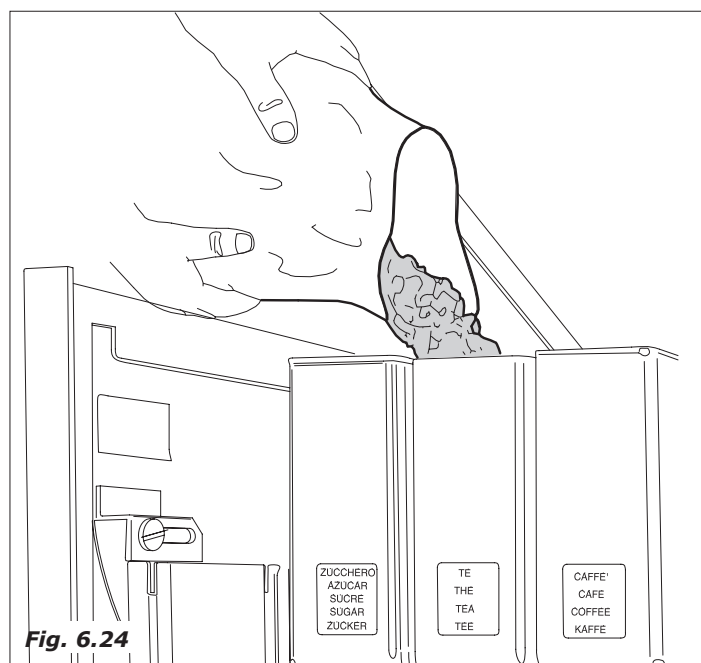
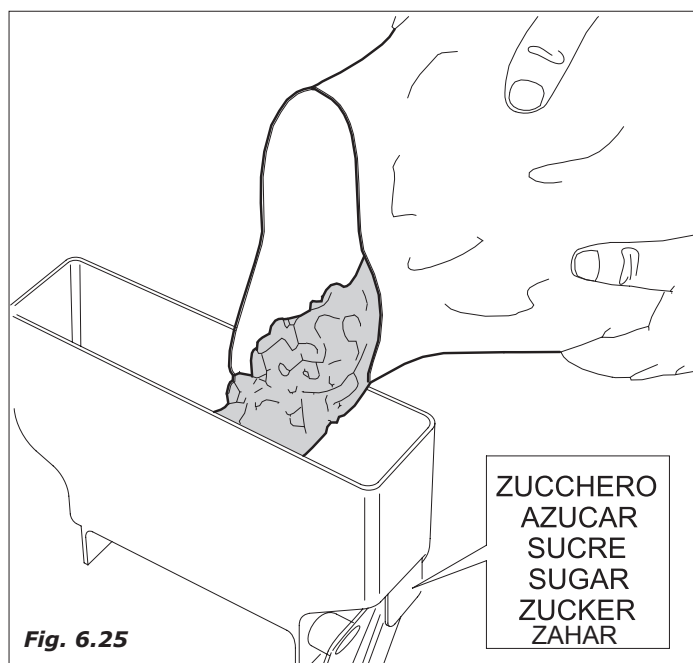

Fig. 6.24
Fig. 6.25
- levantar a tampa de cada recipiente e por o produto como indicado na etiqueta (Fig.6.24 - Fig.6.25)